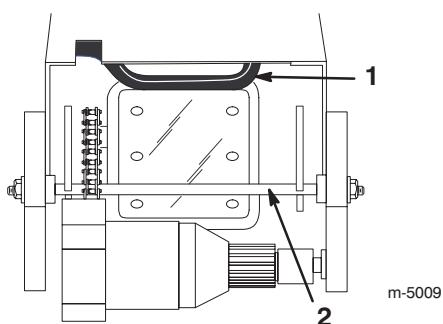

Figure 3
8. Poussez le bras de verrouillage pour débloquer l'essieu (Fig. 3).
9. Tirez l'essieu vers le haut tout en maintenant le bras de verrouillage à l'intérieur (Fig. 3).
10. Continuez de tirer l'essieu vers l'avant jusqu'à ce que la tige de verrouillage adopte la position bloquée (Fig. 3).